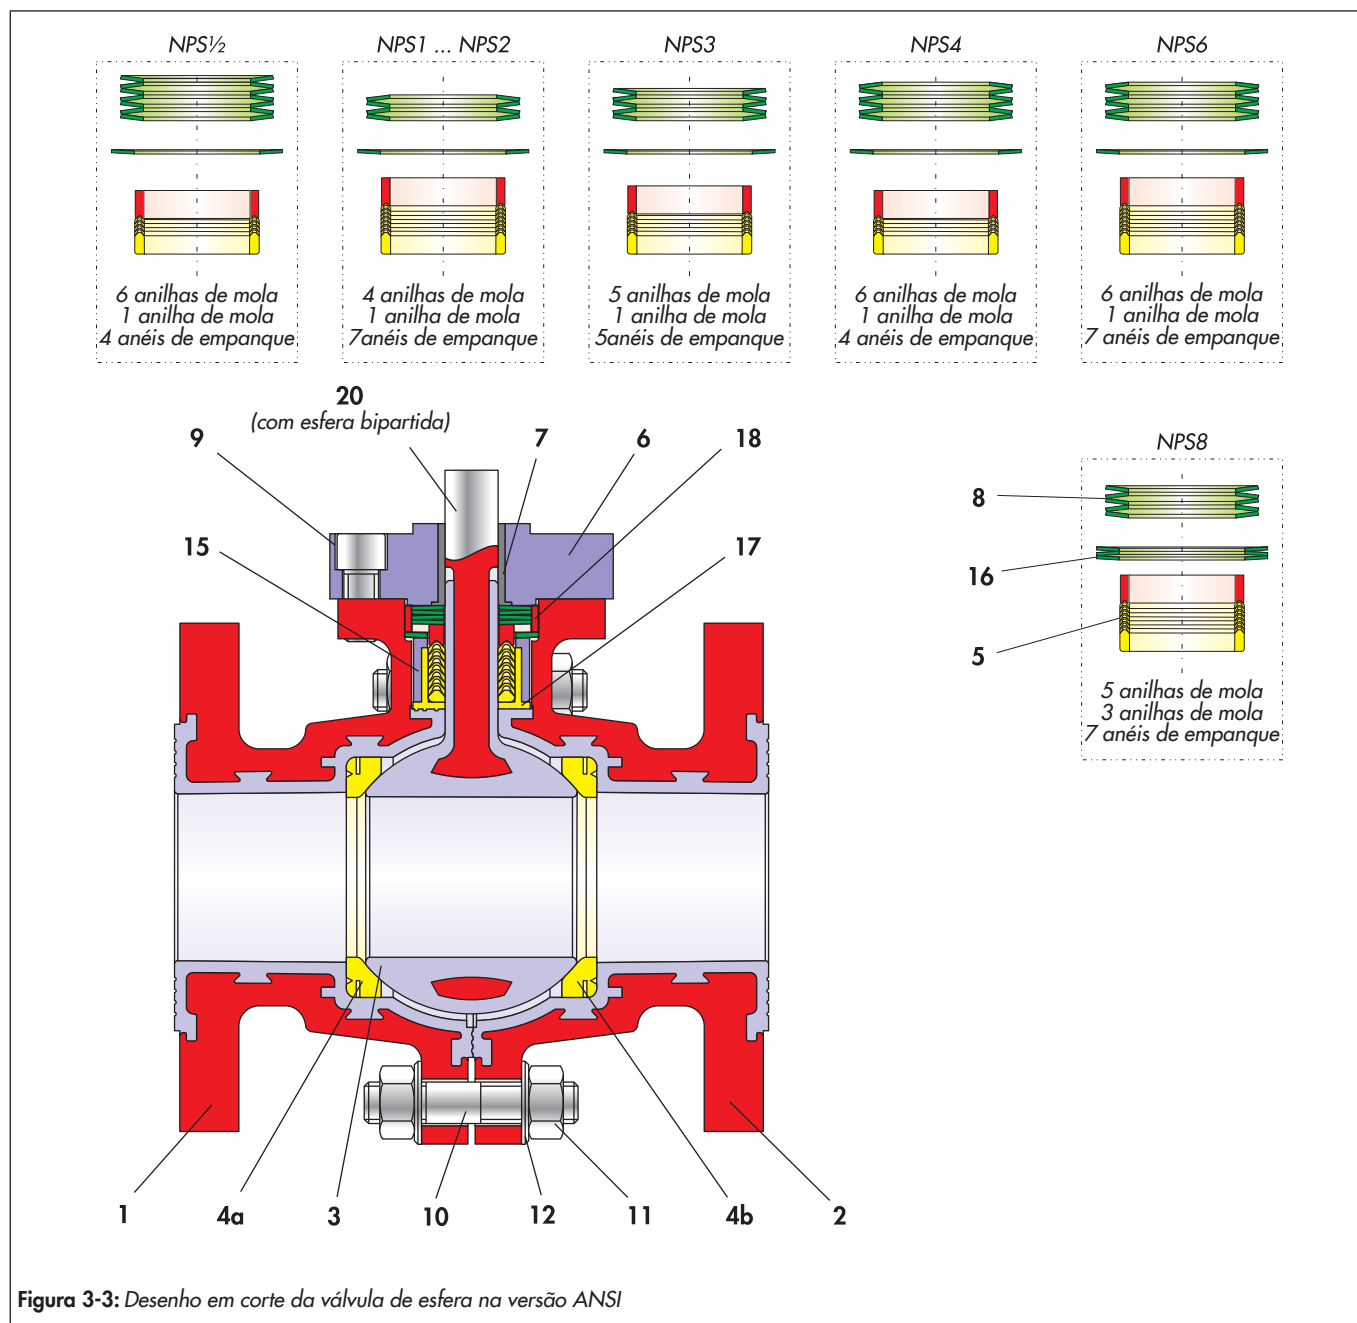

Figura 3-3: Desenho em corte da válvula de esfera na versão ANSI
- ⇒ Colocar o empanque do anel em V (5) no casquilho de PTFE (17). Consultar o desenho para saber a disposição e o número de anéis em V, ver figura 3-3.
- ⇒ Fazer deslizar cuidadosamente o casquilho (15) sobre o empanque (7) e o casquilho de PTFE (17).
- ⇒ Colocar a(s) anilha(s) de mola (16) no casquilho (15). Consultar o desenho para saber a posição e o número de anilha(s) de mola, ver figura 3-3.
- ⇒ Colocar o anel de centragem (18) sobre a(s) anilha(s) de mola (16).
- ⇒ Colocar o jogo de anilhas de mola (8) no anel de centragem até ao anel de base do empanque de anel em V. Consultar o desenho para saber a disposição e o número de anilhas de mola, ver figura 3-3.
- ⇒ Introduzir o casquilho (7) no flange da caixa de empanque (6).
- ⇒ Colocar o flange da caixa de empanque pré-montado corretamente no corpo e ajustar com os parafusos (9).